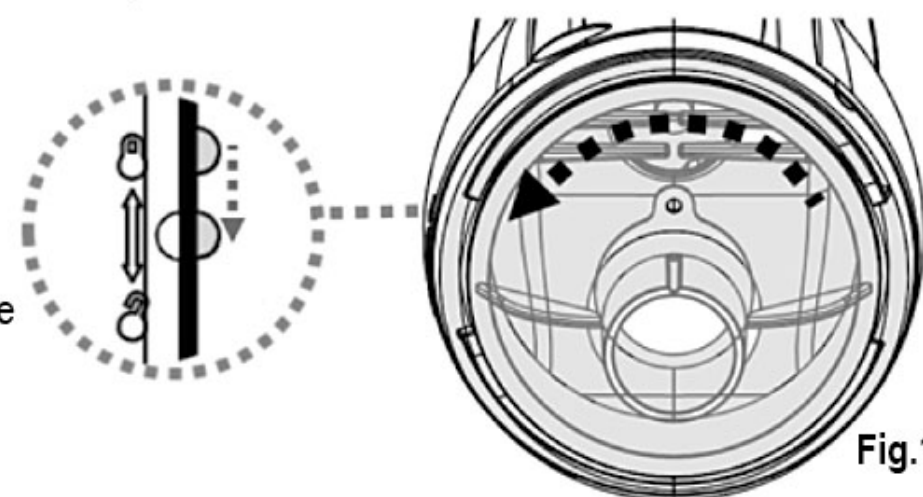

Fig.1
2. Tenez le corps de l'aspirateur électrique et tournez la verrière dans le sens inverse des aiguilles d'une montre jusqu'à ce que le marquage blanc sur la canopée atteigne le repère de déverrouillage. (**Fig.1**)